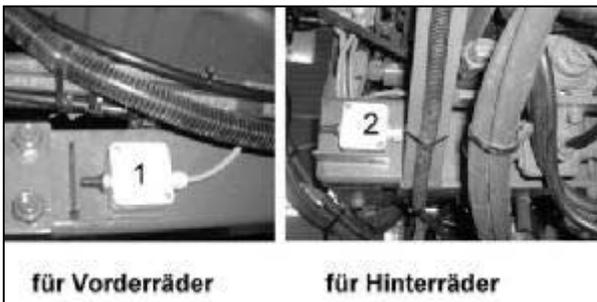
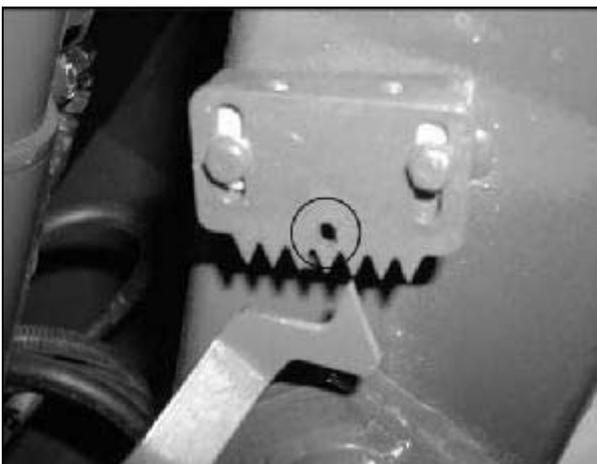

Fig. 88 Taster 1 und 2 für Radverstellung
Fig. 89 Skale zur Radstellung mit „0“-Stellung
- Mit Taster 1 (Fig. 88) unter dem Dieselmotor das linke Rad so heranholen, dass die „0“-Stellung an der Skale (Fig. 89) erreicht wird.
- Mit Taster 2 (Fig. 88) links unter dem Fahrzeug den Slavezylinder so anpassen, dass auch das rechte Hinterrad die „0“-Stellung an der Skale (Fig. 89) erreicht.